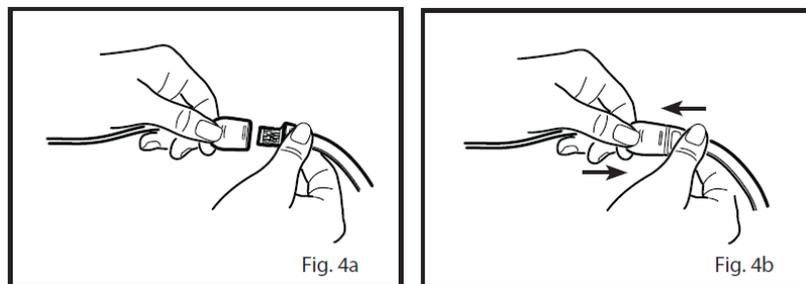

Fig. 25 Anschluss des RD SET Patienten-kabels an den RD SET Sensor
- 1 Siehe Bild 4a in Fig. 25: Richten Sie die Anschlusslasche des Sensors so aus, dass die Seite mit den "glänzenden" Kontakten nach oben zeigt. Richten Sie das Patienten-kabel so aus, dass der Farbbalken und die Fingergriffe nach oben zeigen.
- 2 Siehe Bild 4b in Fig. 25: Führen Sie die Sensorlasche in das Patienten-kabel ein, bis die Verbindung mit einem fühlbaren oder hörbaren Klicken hergestellt ist. Ziehen Sie leicht an den Anschlüssen, um einen positiven Kontakt zu gewährleisten. Sie können das Kabel mit Klebeband befestigen, um Bewegungen zu verhindern.